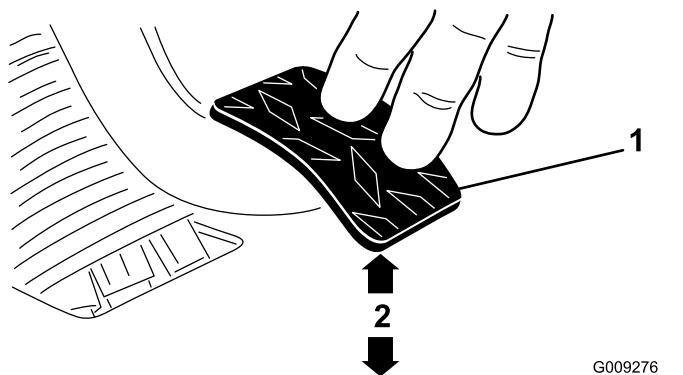

Figura 69
3. Ajuste las contratuercas o la articulación esférica hasta que el borde trasero del pedal del embrague esté a $9,5 \pm 0,3$ cm del borde superior del dibujo a rombos de la chapa de suelo al aplicar una fuerza de 1,8 kg al pedal (Figura 69).